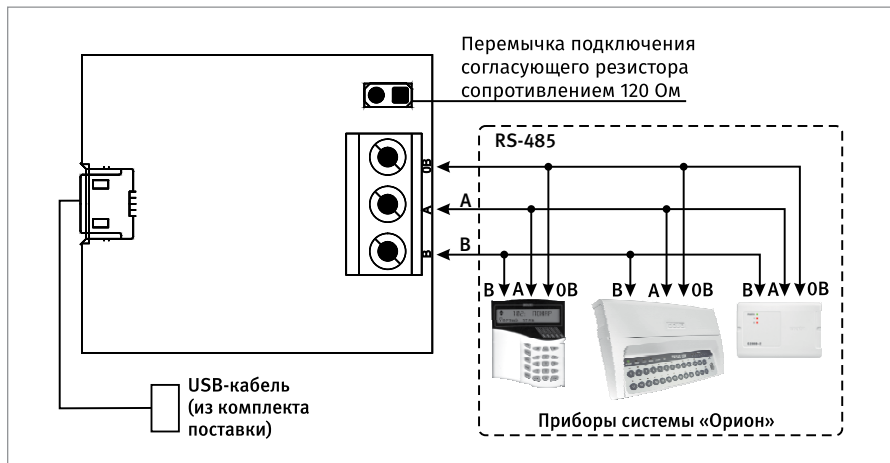

Рисунок 4. Схема внешних соединений «C2000-USB»
1.3. Подключите преобразователь в соответствии с проектной документацией и схемой на Рисунок 4.